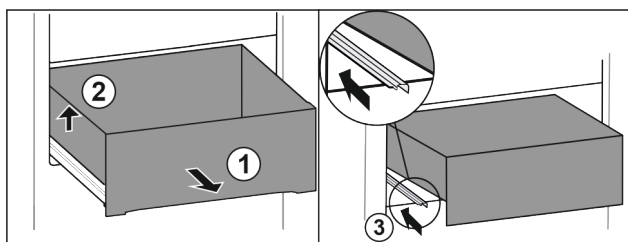

Fig. 23
- ▶ Wysunąć szufladę do oporu. Fig. 23 (1)
- ▶ Unieść szufladę po lewej. Fig. 23 (2)
- ▶ Wsunąć lewą szynę. Fig. 23 (3)